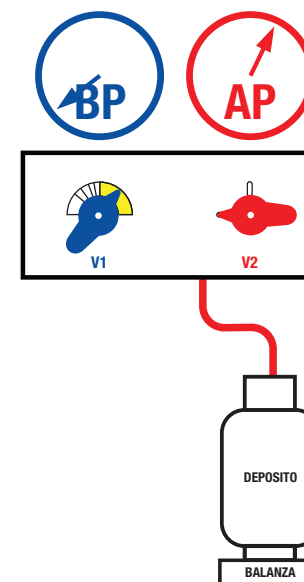

Figura 2
- 1) Conecte el equipo como se muestra en la Figura 2.
- 2) Gire la válvula V2 a la posición (PURGE). Ver Figura 2.
- 3) Encienda el equipo (ON).